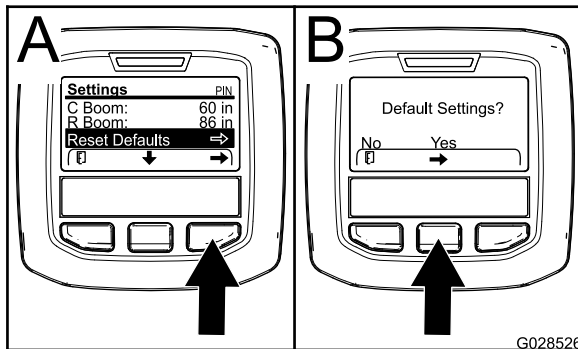

Figura 75
- Pulse el botón de selección central para ir a la opción Restablecer ajustes predeterminados (Figura 75).
- En la pantalla Ajustes predeterminados, pulse el botón de selección izquierdo para NO o el botón de selección derecho para Sí (Figura 75).